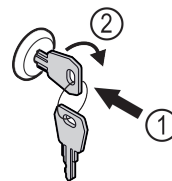

Fig. 169
- ▶ Вдавити ключ Fig. 169 (1).
- ▶ Повернути ключ на 90° за годинниковою стрілкою Fig. 169 (2).